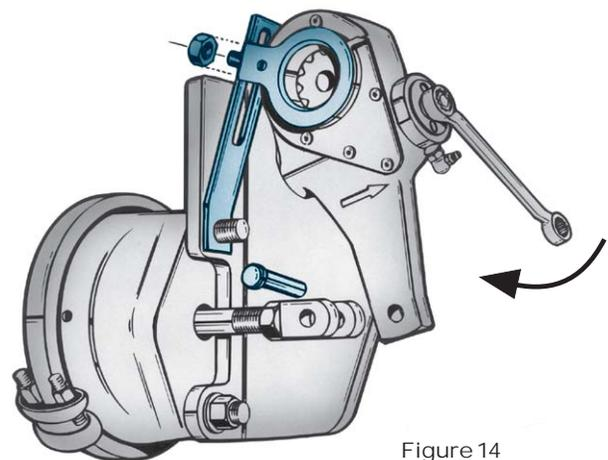

Figure 14
- Installez le dispositif de rattrapage de jeu sur l'arbre à came en prenant soin de pointer l'écrou de réglage hexagonal dans le sens opposé au récepteur de freinage (Fig.14).